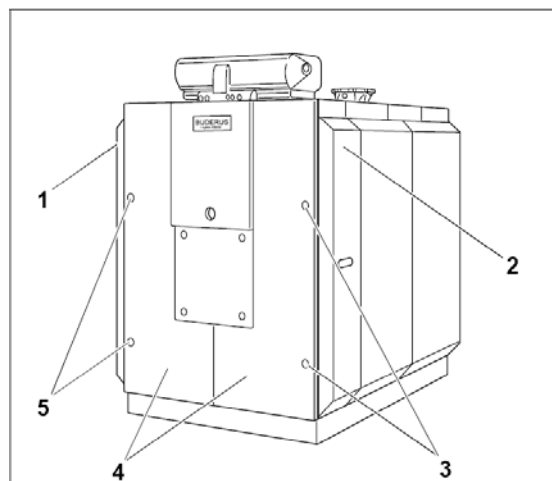

Fig. 54
För att kunna öppna brännardörren ska den första delen av sidoplåten på vänster och höger sida tas bort. Förväggsdelar (brännardörrens isolering) avmonteras inte (Fig. 54, pos. 4).
- Lyft upp sidoplåtarnas delar (med handgrepp) (Fig. 54, pos. 1 och 2) lite, och ta av dem.